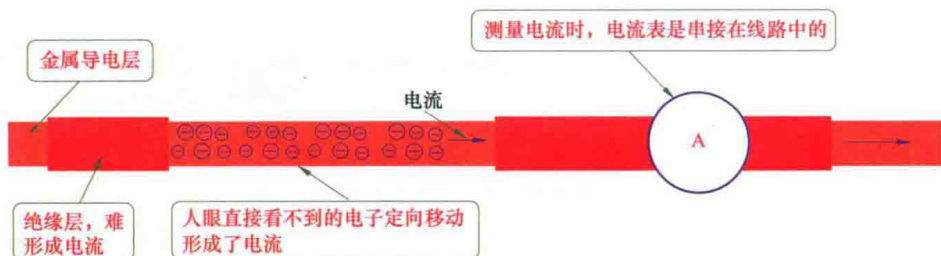

图 1-1 电流的特点
直流电路中流过的是直流电流，交流电路中流过的是交流电流。电流是由导体中的自由电子在电场力的作用下做有规则的定向运动而形成的（图 1-1）。电流形成需要具备的条件：①有电位差；②电路一定要闭合；③有自由电子的导体。铜是导体，存在自由电子，家庭中的电线一般采用铜线来形成电路。